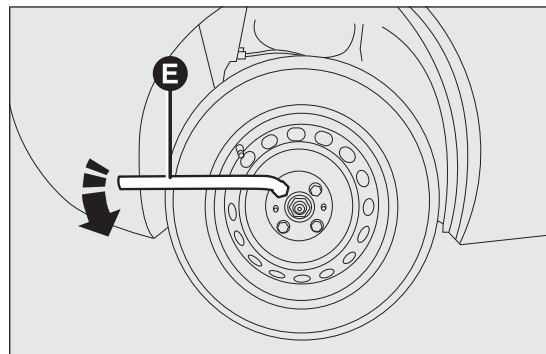

fig. 98
- ☐ aflojar una vuelta los tornillos de fijación de la rueda que se debe sustituir con la llave que se facilita E fig. 98;